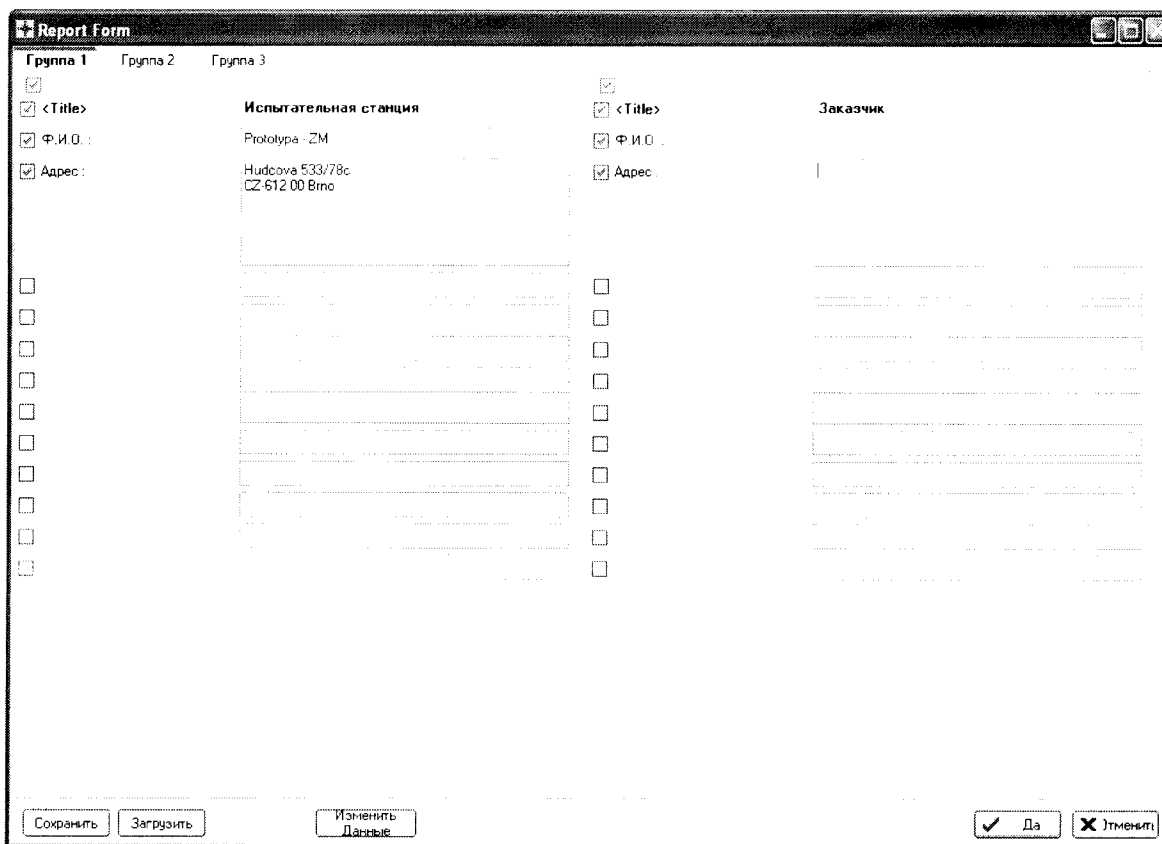

Рис.6 Панель «Report form»
7.3.5.11 Нажать «Да». Отобразится панель «Report form», смотри рисунок 6.
7.3.7.6 Нажать «Да». Отобразится панель «Report form» см. рис.6.